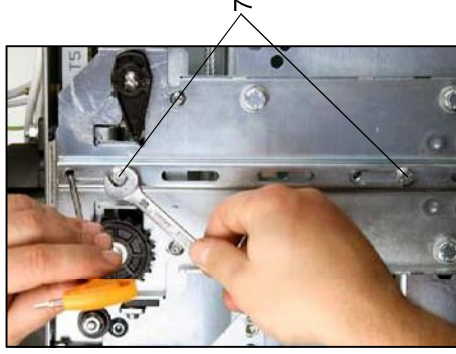

fig.8
4. Svitare le viti (7) fig.8 e aiutandosi con un piccolo attrezzo (fig.6), lasciar scivolare la barretta filettata fino alla zona nella quale si vuole fissare la camma di accoppiamento.